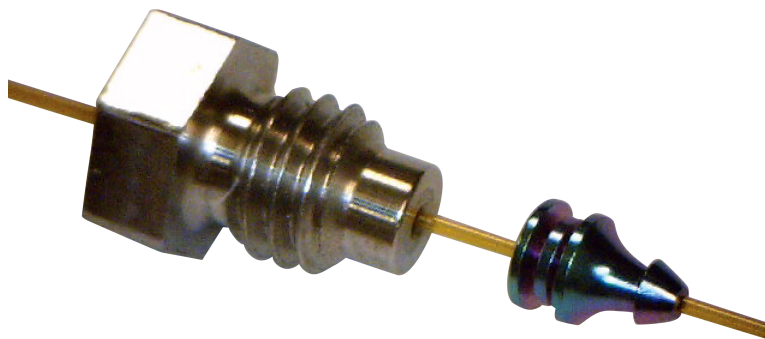

Figura 19. Férula conectada a la columna y la tuerca de columna
7. Con una llave de extremo abierto de 1/4 de pulgada, gire la tuerca de columna entre 15 y 20 grados más en el sentido de las agujas del reloj para garantizar que la férula esté conectada correctamente a la columna. Consulte la **Figura 19**.